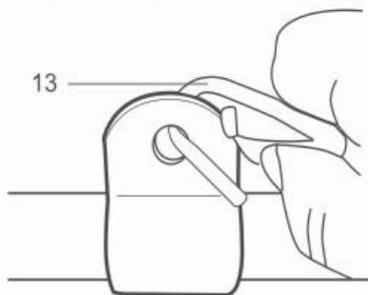

Fig. 31
1. Régler la position du manchon de suspension (Fig. 31).